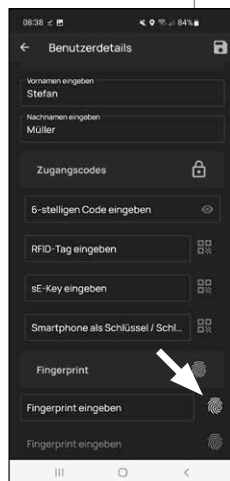

Fig. 5
- 7 Nesta seção, você pode armazenar um dedo como um meio de abertura. Tocar no símbolo da impressão digital à direita do campo "Inserir impressão digital" (Fig. 5).